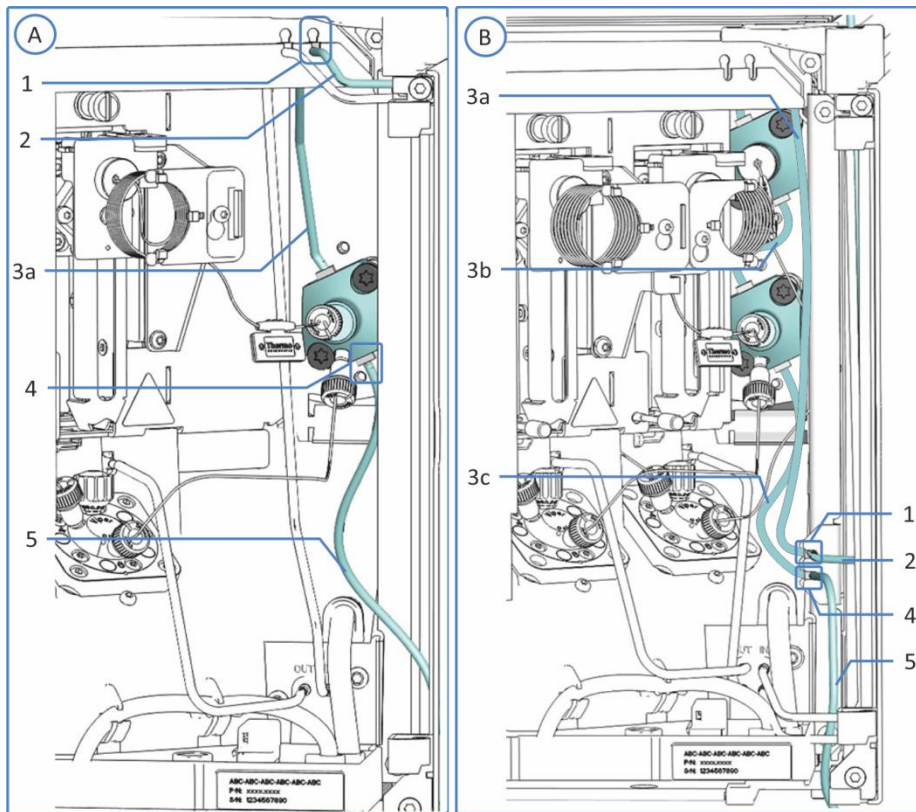

图49：自动进样器中的密封清洗部件
- 根据需要更换密封清洗管路（为了方便识别，请参见第 144 页上的图 49）：